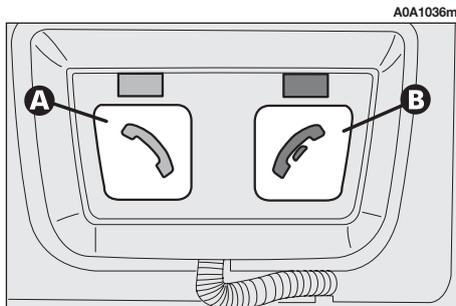

fig. 175
La pulsantiera (fig. 175) si trova sul mobiletto centrale e dispone di due tasti, uno verde (A) ed uno rosso (B), che permettono di attivare tutte le funzioni del sistema.